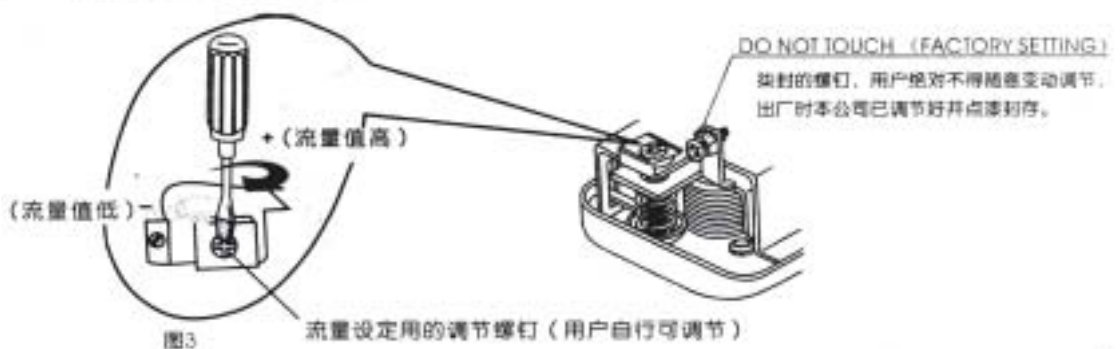

图3 流量设定用的调节螺钉 (用户自行可调节)
- 2、调高流量值, 顺时针旋转调节螺丝。在调高出厂设定值后想调低流量值, 逆时针旋转调节螺丝。(参见图 3)